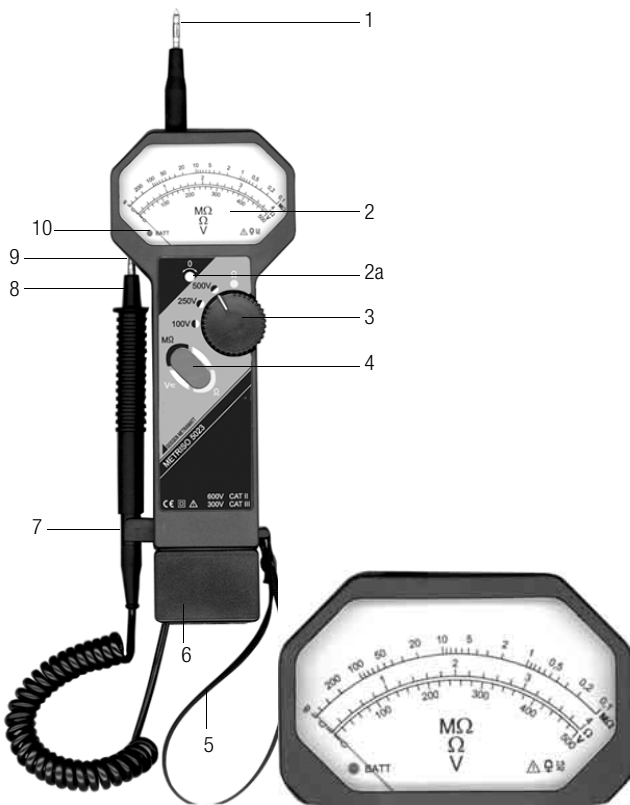

Fig.1 Betjenings-elementer
Takket være sin konstruksjon og to-håndsbetjening (Fig.1) er instrumentet godt egnet for daglig bruk. Bæreremmen som er festet til instrumentet sikrer mot fall.
- Vippebryter for funksjonsvalg (4)
- Dreiebryter (3)
Måleverdiene vises på tre analoge skalaer (2). Fig.1 viser skalaene i detalj. Den øverste skalaen viser isolasjonsmotstanden, den midtre lavohmmotstanden og den nederste spenningen. Driftstilstand og batterinivå vises med 2-farget LED i skalaen. (Fig.1)